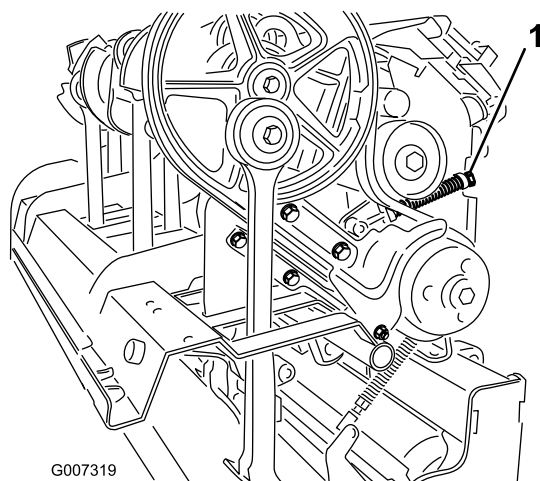

Figura 33
4. Para aliviar a tensão da mola intermédia, desaperte a porca de bloqueio que fixa o protector da mola (Figura 33) e rode o protector da mola.